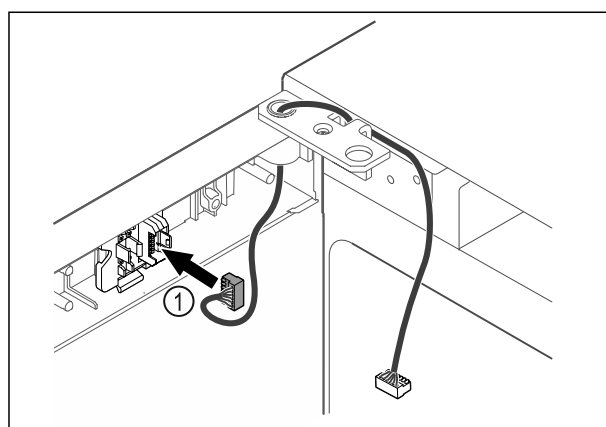

Fig. 42
- ▶ Inserire il connettore Fig. 42 (1) nel porta-connettore.